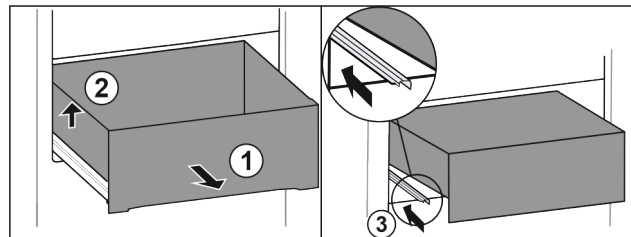

Fig. 106
- ▶ Вытяните выдвижной ящик до упора. Fig. 106 (1)
- ▶ Приподнимите выдвижной ящик слева. Fig. 106 (2)
- ▶ Вставьте левую направляющую. Fig. 106 (3)